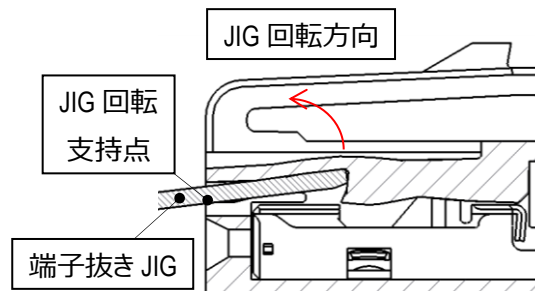

図 41. 端子抜き JIG 使用イメージ
- ③端子抜き JIG 先端が樹脂ランス先端に突き当たったら引き抜き JIG を図 41 の方向に天井に当たるまで軽く回転させ、樹脂ランスを持ち上げます。その状態を維持したまま、メス端子の電線を水平に引張して下さい。
- ④メス端子引き抜き途中で、抜きにくさを感じた場合、無理に引き抜こうとせず、引抜き JIG の挿入位置・深さは適切か等確認の上、再度最初から作業を実施して下さい。